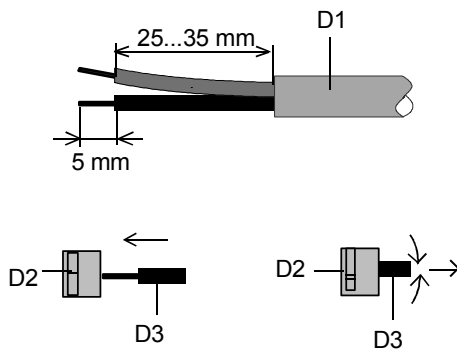

Bild 4: Anschließen/Abklemmen der Busleitungen
Anschließen der Busleitung: (Bild 4)
- Den Mantel der abisolierten Busleitung (Bild 4) mit >3mm Überstand in den offenen Klemmschlitz (C4) drücken. Beim Anschluss einer zweiten Busleitung den geschlossenen Klemmschlitz mit einem Schraubendreher freibrechen und wie oben beschrieben in den Klemmschlitz drücken. Die Buseinzeladern in die Vertiefung unterhalb der Busklemme drücken und die Abdeckung (C1) aufschnappen.
Abklemmen der Busleitung (Bild 4)